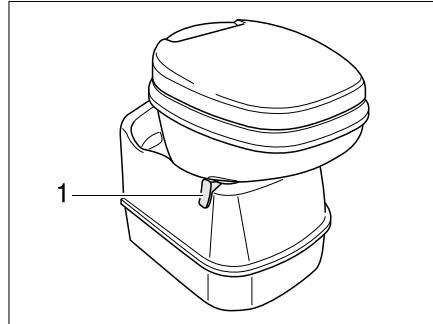
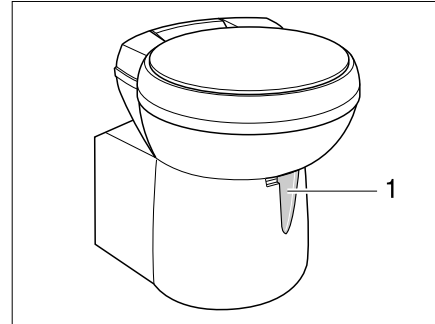

Bild 161 Thetford-Toilettenschüssel, schwenkbar
Bild 162 Thetford-Toilettenschüssel, schwenkbar (Alternative)
- Vor dem Spülen den Schieber der Thetford-Toilette öffnen. Dazu den Schieberhebel (Bild 161,1 bzw. Bild 162,1) entgegen dem Uhrzeigersinn schieben.
- Den Schieberhebel (Bild 161,1 bzw. Bild 162,1) im Uhrzeigersinn drehen. Der Schieber wird geschlossen. Zum Entleeren **muss** in der Thetford-Toilette der Schieber geschlossen sein.